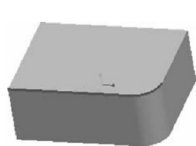

图 5.34 依次链的选取
(3) 依次选取链：选取一条边后，按住 Shift 键，再次选取这条边线，然后选取与其相连的元素，就可以依次添加元素，此方法常用于选取相切链的一部分，如图 5.34 所示。